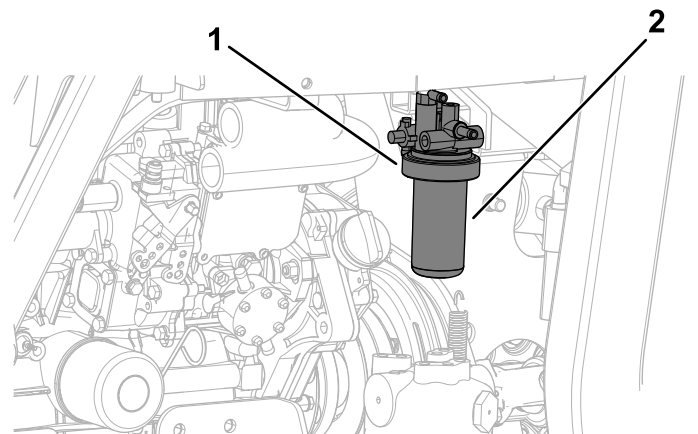

Bild 72
1. Reinigen Sie den Bereich um den Kraftstofffilterkopf (Bild 72).
2. Entfernen Sie den Filter und reinigen die Befestigungsoberfläche des Filterkopfes (Bild 72).